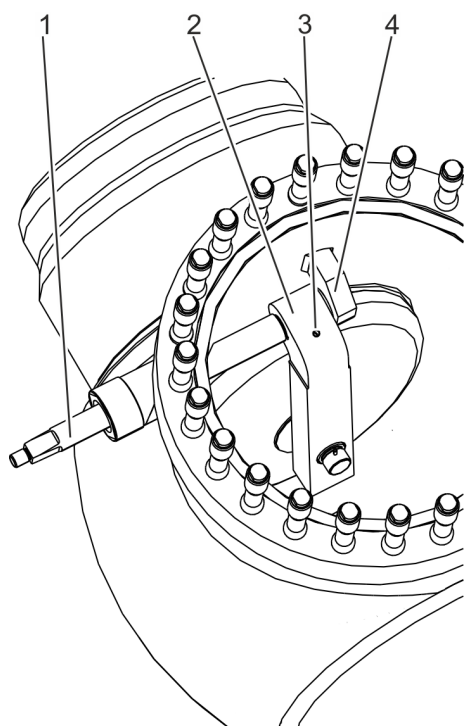

Fig. 26: Montage de l'arbre du clapet
13. ➤ Introduire l'arbre du clapet (Voir la Fig. 26/1) dans le levier de la plaque (Voir la Fig. 26/2) et insérer la pièce de maintien (Voir la Fig. 26/4) dans le bâti.
14. ➤ Dévisser l'anneau de levage de l'alésage (Voir la Fig. 26/3) dans le levier de la plaque.